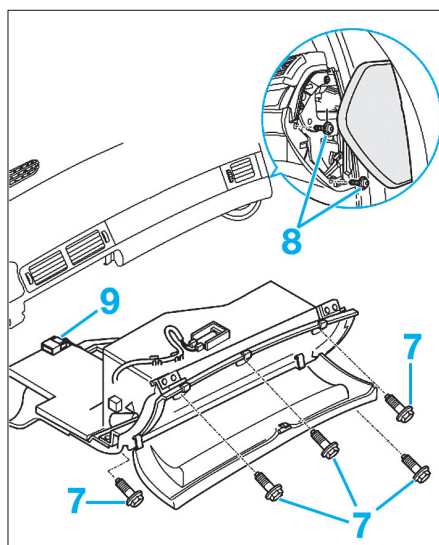

Fig. 18
- Déposer le cache latéral de la planche bord (Fig.18).